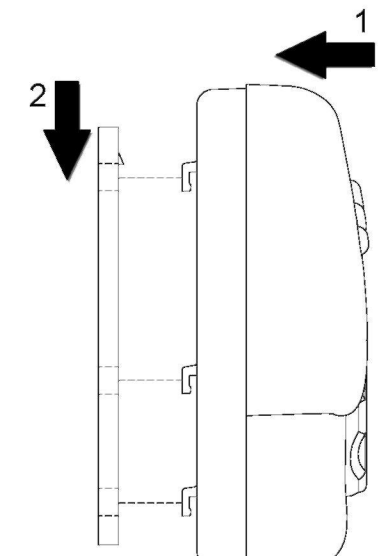

Рис.5 Как закрепить термостат по месту
4. Прикрепите основание контроллера к настенной пластине, заведя крючки в основании в соответствующие пазы в настенной пластине, затем слегка надавите на основание вниз до защелкивания (Рис. 5).